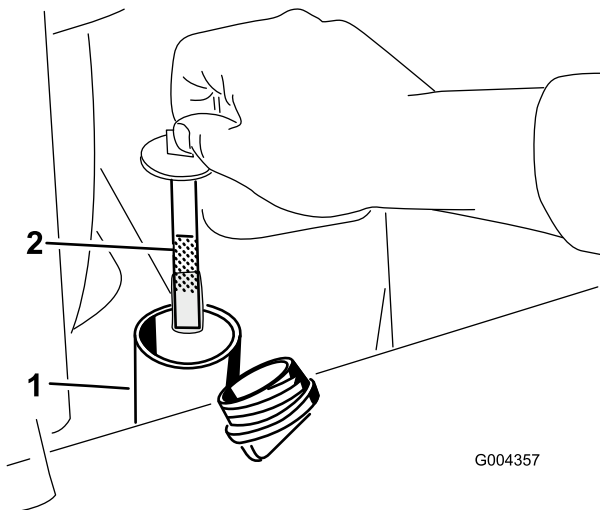

Рисунок 60
6. Снимите крышку заливной горловины и проверьте уровень жидкости с помощью масломерного щупа (Рисунок 60).